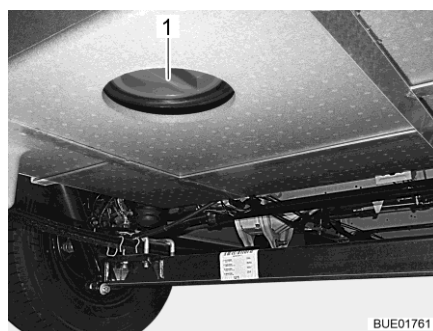

Fig. 198 Apertura per la pulizia (serbatoio delle acque grigie)
- A questo scopo aprire l'apertura per la pulizia (Fig. 198,1) per il serbatoio delle acque grigie e il rubinetto di scarico.